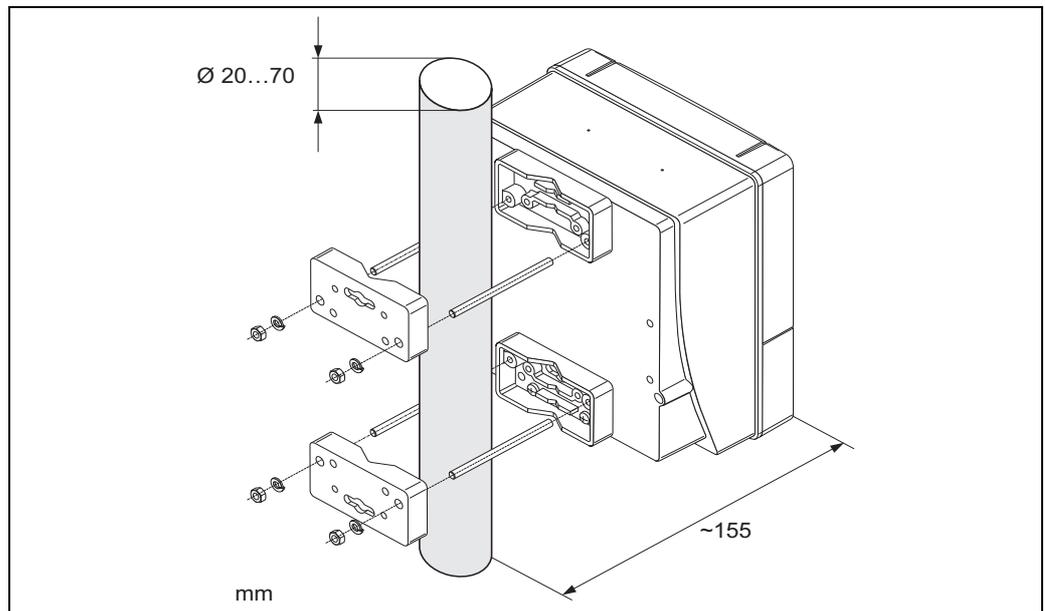

図 28： 柱への取付（ウォールマウントハウジング）
1. 制御盤内に取り付けスペースを確保してください（図 28 を参照）。